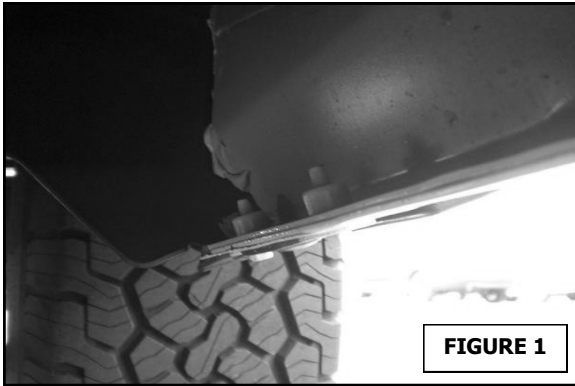

FIGURE 1
1. Mounting locations are inside of the vehicles rocker panels facing the chassis. Remove the factory applied black tape and rubber grommets from mounting locations. (FIGURE 1)
1. Les emplacements de montage sont situés à l'intérieur des bas de caisse des véhicules face au châssis. Retirez le ruban isolant et les rondelles en caoutchouc des emplacements de montage. (FIGURE 1)